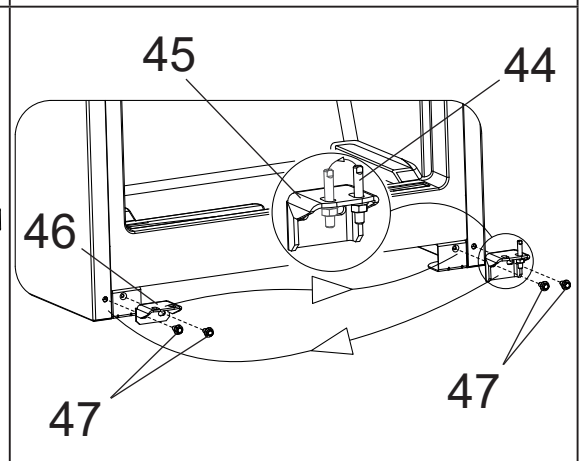

Рисунок 19
7. Снимите ось 44, выкрутив на ней гайку торцовым ключом на 10 (см. рис. 19). Поменяйте местами нижние кронштейны 45 и 46, выкрутив торцовым ключом на 8 болты 47 (см. рис. 19). Установите ось 44 на нижний кронштейн 45 на противоположной стороне (см. рис. 19).